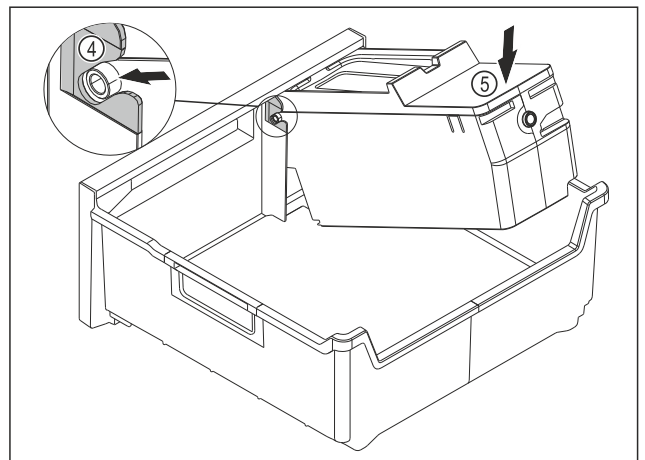

Fig. 109
- EasyTwist-Ice-corpus monteren: Assen van de EasyTwist-Ice-corpus in de geleidingen Fig. 109 (4) schuiven.
- EasyTwist-Ice-corpus Fig. 109 (5) achter omlaag drukken.